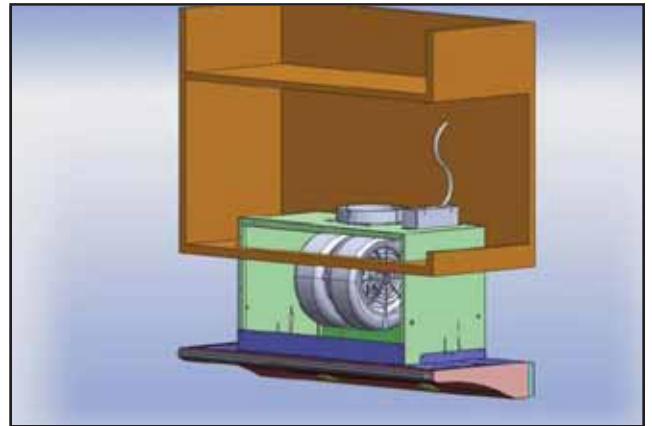

Fig.4
3) Ouvrez les portes de l'armoire. Soulevez la hotte et faites-la glisser dans l'ouverture située au bas de l'armoire, Fig.4. Assurez-vous que l'ouverture correspond aux dimensions indiquées à la page 9, Fig.1.